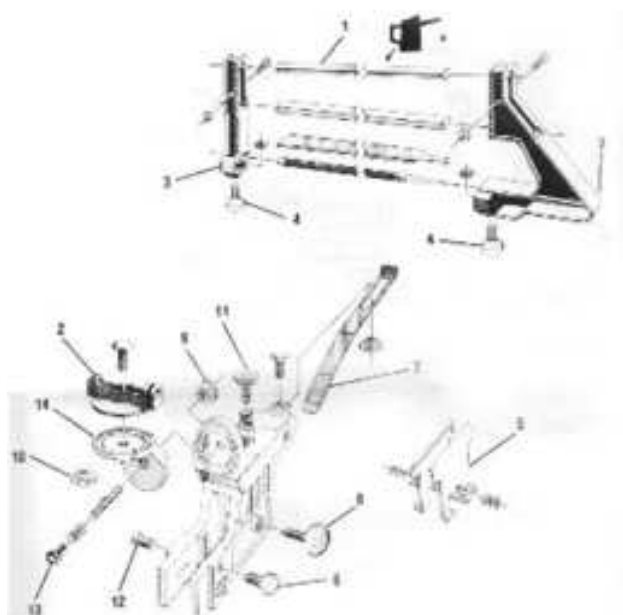

Рис.2
СОВЕТ: Применяйте масло для смазки стержня (1) направляющей поворотного измерительного устройства (2) для лучшего перемещения заточного устройства. См. рис.2